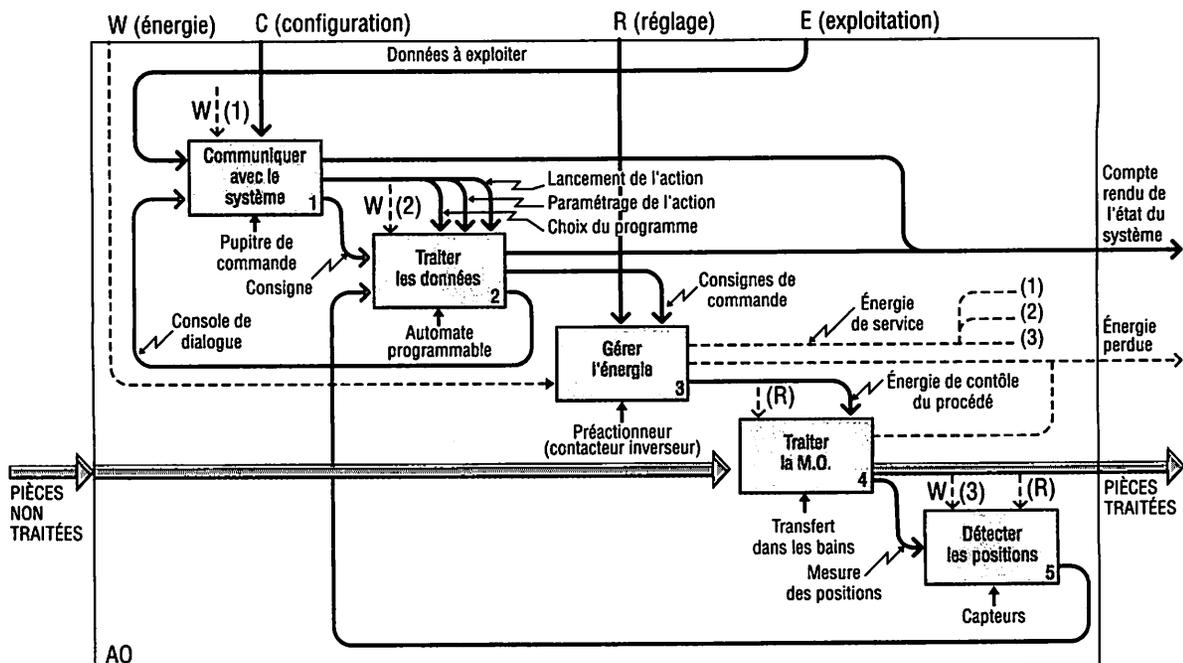

Fig. 4 : Analyse fonctionnelle de niveau AO.
2.2 Analyse de niveau AO (fig. 4)